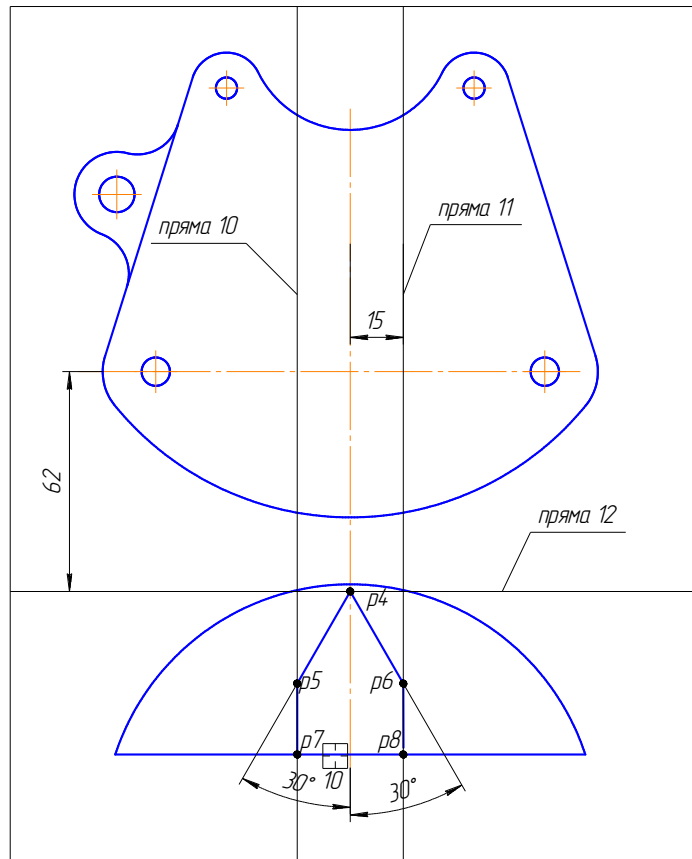

Рис. 2.19.
28. За допомогою команди «**Усечь кривую**» видаліть зайву частину відрізка між точками *p7* і *p8* (мішень 10). Рис.2.19